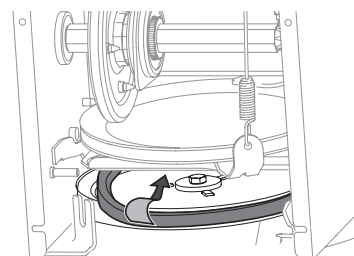

Figure 4-14
8. Dégagez la courroie de la poulie de la tarière et faites glisser la courroie en le support et la poulie de la tarière. Voir Figure 4-14.